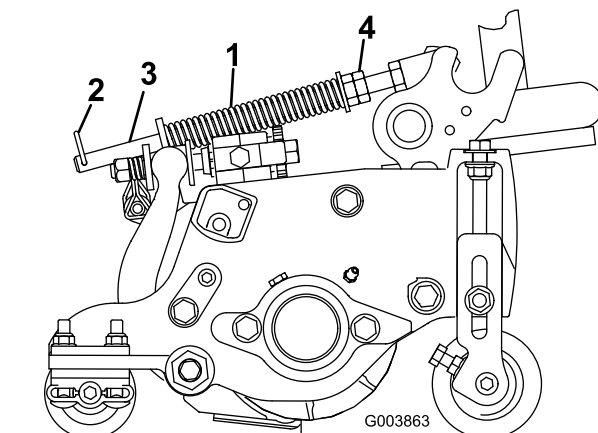

Рисунок 50
Пружина компенсации состояния грунта (Рисунок 50) переносит вес с переднего на задний валик. Это препятствует образованию на грунте волнообразных неровностей (так называемых «волн» или «трясок»).
1. Убедитесь, что игольчатый шплинт вставлен в заднее отверстие штока пружины (Рисунок 50).
2. Затяните шестигранные гайки на переднем конце штока пружины так, чтобы длина сжатой пружины была равна 15,9 см; см. Рисунок 50.